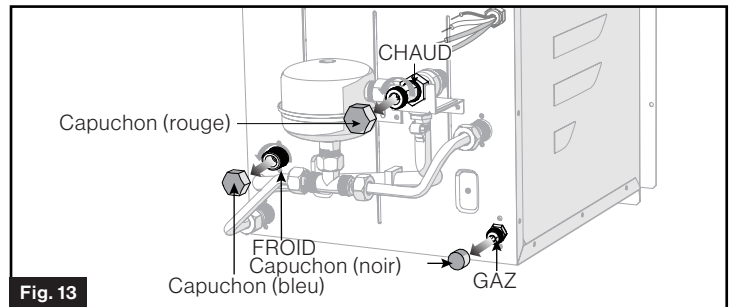

Fig. 13
2. Retirez les capuchons de protection des connecteurs d'eau FROIDE (bleu), CHAUDE (rouge) et GAZ de la partie arrière de l'appareil. (Fig. 13)